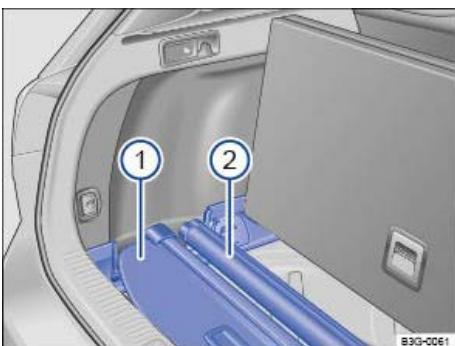

Abb. 130 Unter dem Gepäckraumboden: Gepäckraumabdeckung und Netztrennwand verstauen.
- Ausgebaute Gepäckraumabdeckung ⇒ Abb. 130 (1), wie dargestellt, auf die hinteren Aussparungen der seitlichen Auflagen ablegen.
- Ausgebaute Netztrennwand ⇒ Abb. 130 (2), wie dargestellt, auf die vorderen Aussparungen der seitlichen Auflagen ablegen.